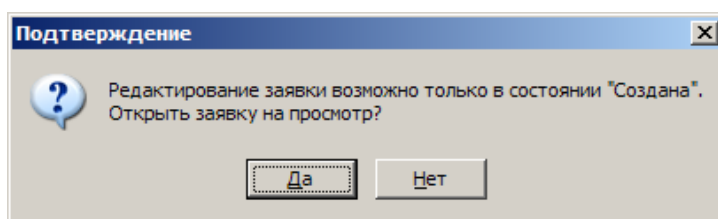

Рисунок 1.68.
**Внимание.** Редактировать можно заявку только в состоянии «Создана». В противном случае на экране откроется сообщение (рис.1.68.), в котором Вам будет предложено открыть заявку в режиме просмотра.